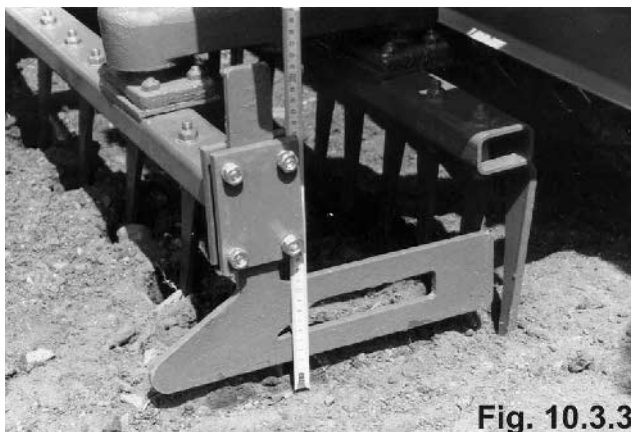

Fig. 10.3.3
- Justér radrenserne på en sådan måde, at de befinder sig ca. 2 cm over jorden (fig. 10.3.3).